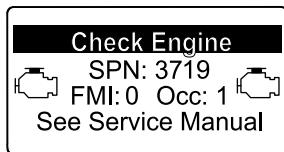

Figure 59
- Avertissement moteurSPN 3719, FMI : 0 (Figure 59)